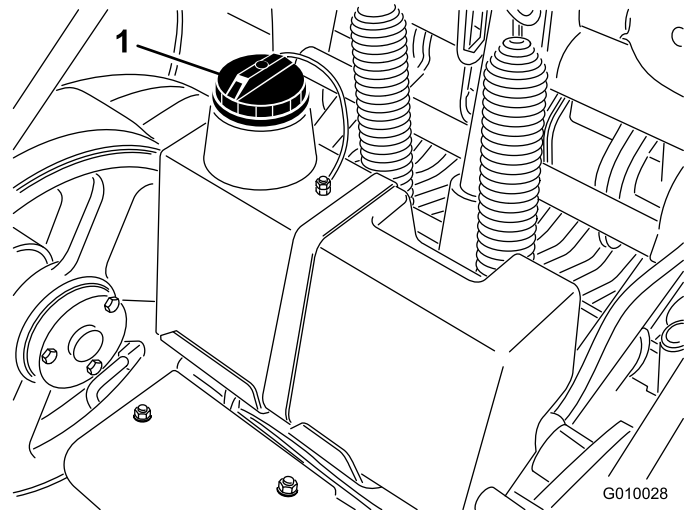

Figura 18
3. Pulite attorno al collo del bocchettone e del tappo del serbatoio idraulico (Figura 18). Togliete il tappo dal collo di riempimento.